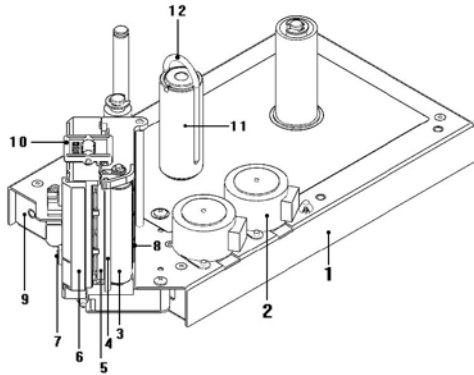
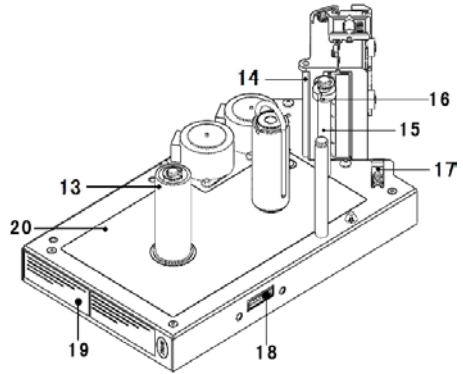

图 3.1-2 组成-1
图 3.1-3 组成-2
- 本产品结构组成，如图 3.1-2 和图 3.1-3，主要包括以下部件：